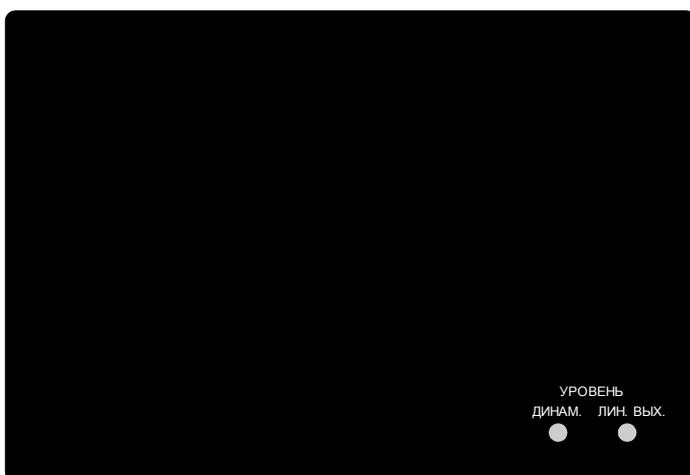

Рис.1 Передняя панель прибора.
1.5.1.1 На передней панели устройства (Рис. 1) присутствуют следующие элементы: